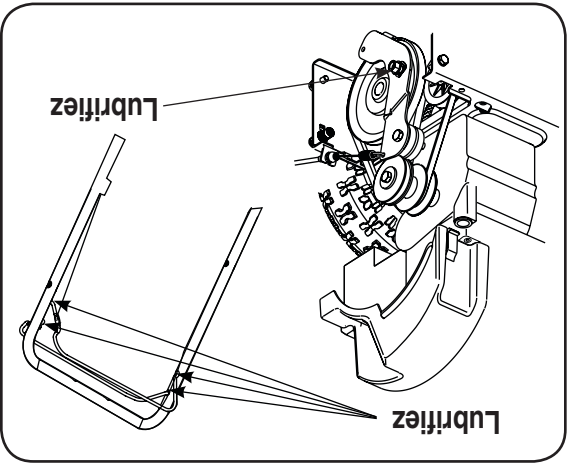

Figure 10
1. Lubrifiez les points de pivot sur la commande de la tarière et commande d'entraînement avec une huile légère une fois chaque saison. Voir la Figure 10.